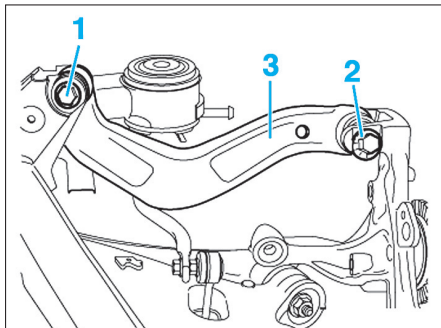

Fig. 32
- la vis de fixation (1) sur le berceau (Fig.32),
- la vis de fixation excentrique (2) après avoir repéré sa position sur le support moyeu,
- le bras supérieur (3).